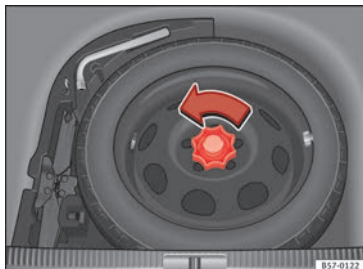

Fig. 246 Rueda de emergencia: piso de carga alzado.
- Gire la ruedecilla en sentido contrario a las agujas del reloj » **fig. 246**.